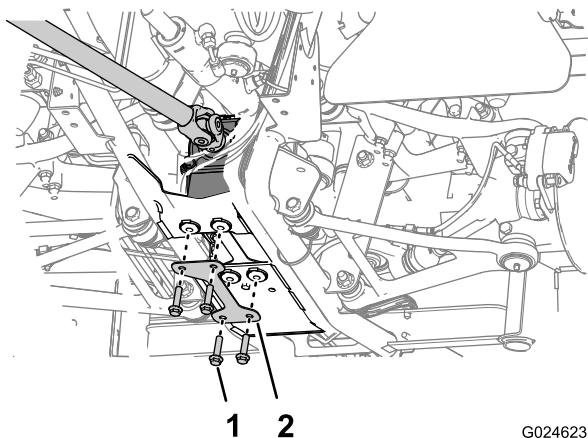

Figura 31
- Prenda o diferencial aos suportes do diferencial com 1 placa de montagem e 4 parafusos de cabeça sextavada (3/8 x 1-1/2 pol.) como se mostra na Figura 31.